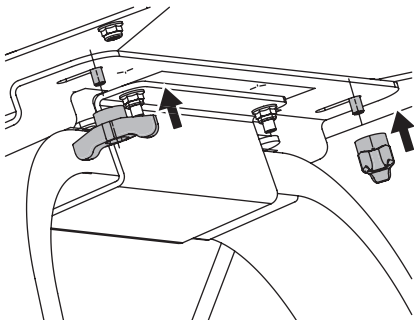

Figure 8
2. Comme indiqué dans la Figure 8, vissez les boutons (article n° 5) sur les boulons préinstallés.
1. Pour retirer le pare-soleil de la protection anti-retournement, dévissez les boutons (article n° 5) des boulons, comme indiqué à la Figure 8.